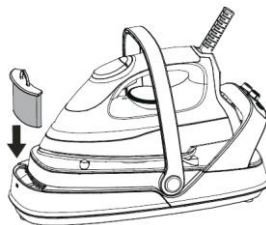

Fig. 9
4. Remplacez le filtre anti-tartre **3** dans le trou du réservoir d'eau (Fig.9).